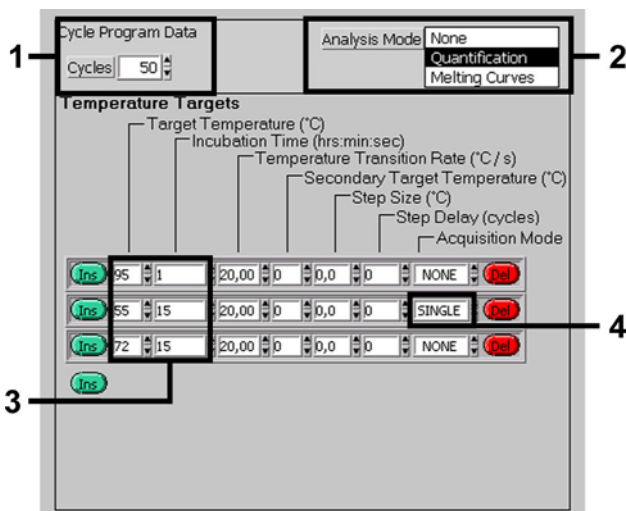

Fig. 5: Amplificazione del cDNA.
- C. Amplificazione del cDNA Fig. 5